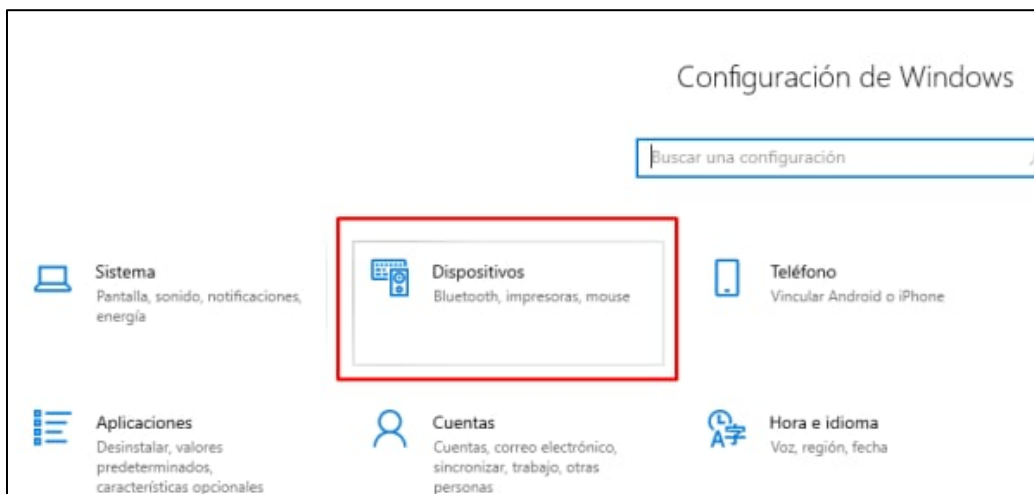

Figura 20
- Seleccionar Dispositivo. (figura 20)